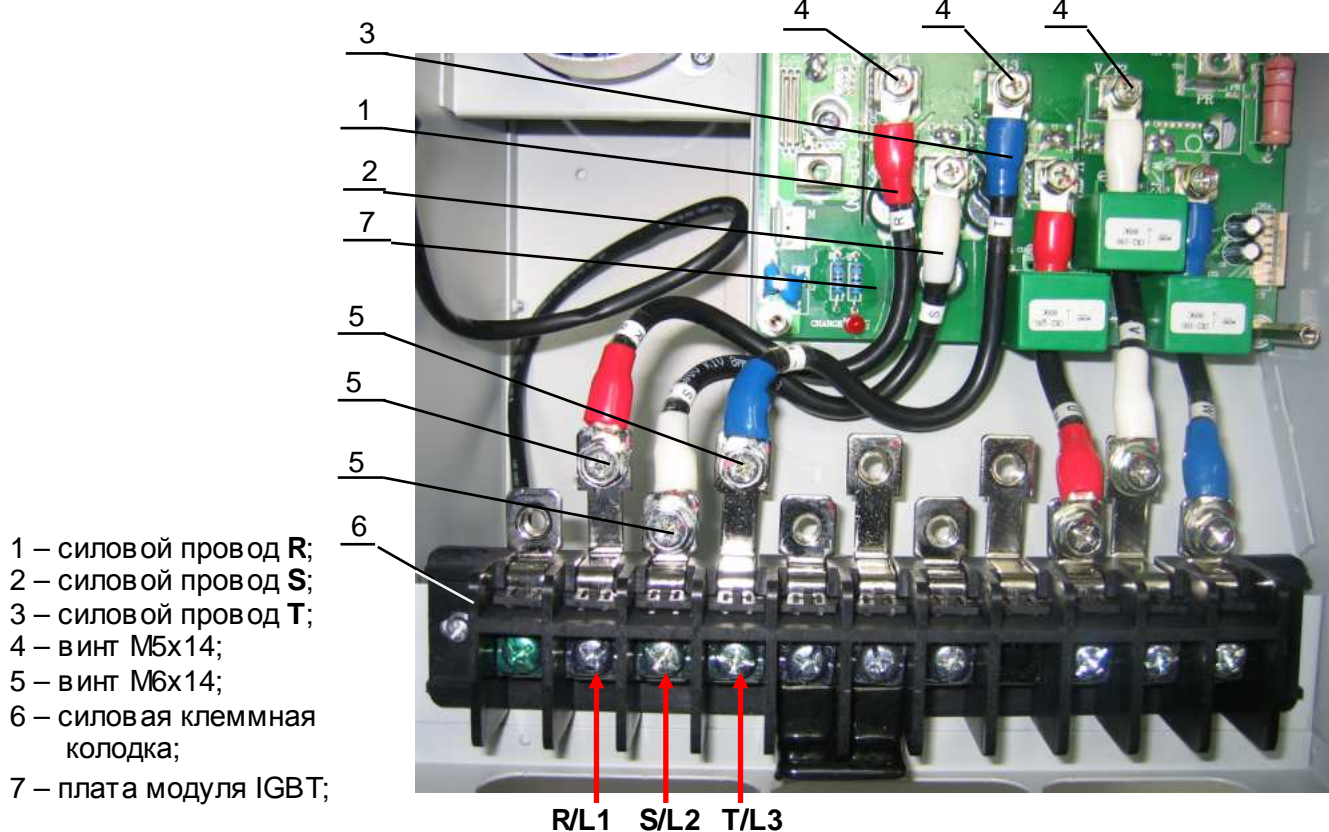

Рис.7.12
7.4.13. Установить входные силовые провода **R, S, T** (поз.2,3,4). Наконечник меньшего размера каждого провода закрепить винтами (4) на монтажных клеммах **R/L1, S/L2, T/L3** платы модуля IGBT (7) (рис.7.12). Присоединить свободные концы проводов **R, S, T** (рис.7.12) к наконечникам клемм **R/L1, S/L2, T/L3** силовой клеммной колодки (6), соответственно, и закрепить их винтами (5).